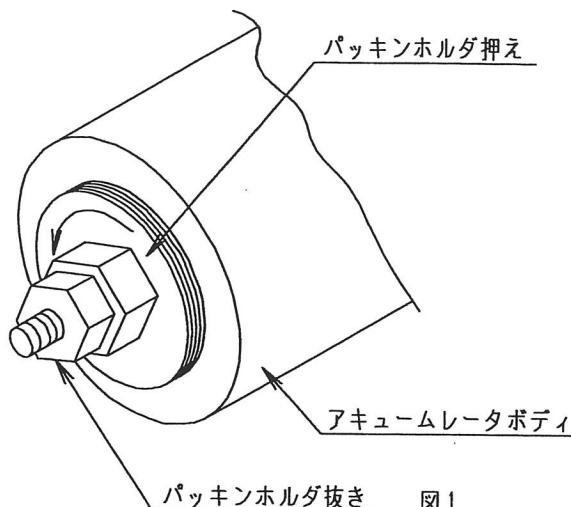

図1
- ①本体に接続されている超高压配管、ドレン配管を外します。
- ②調整ねじのロック用の六角ナットを緩めた後、調整ねじが指で回るまで緩めます。次に呼び50のスパナを掛けてバネケースを緩め、バネケース及びバネケース内のスプリング類を外します。(図1)
- ①近接プレートを取付けている六角穴付ボルト(M5)を緩め近接スイッチを外します。最上部の油圧ホース、超高压配管、ドレン配管を外します。
- ②ピストンケースを固定している六角穴付ボルト(M12)を緩め、ピストンケース・ボディの順に上部に引抜き下部カバーから外します。（図1）
① ポンプを停止し超高压回路の圧力が抜けていることを確認後、アキュームレータに接続している超高压配管を取外します。
② パッキンホルダ押えに呼び65のスパナ（または呼び70のスパナにスパナプレートを入れる）を掛けてパッキンホルダ押えを1回転程度緩めます。もしもパッキンホルダ押えが回らない場合は、打撃メガネスパナとハンマーを用い緩めてください。その後、パッキンホルダ抜きをパッキンホルダにねじ込み、再びパッキンホルダ押えにスパナを掛けパッキンホルダと共にパッキンホルダ押えを外します。（図1）